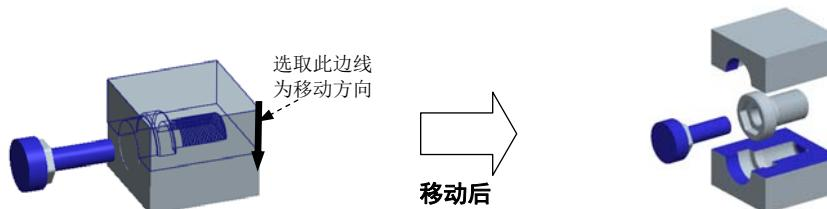

图 24.13 移动上、下模
Step3. 开模步骤 2：移动上模。参考 Step2，在模型中选取上模，选取图 24.13 所示的边
Step4. 开模步骤 3：移动下模。输入要移动的距离值 30。结果如图 24.13 所示。在“模具开模”菜单管理器中单击 **Done/Return (完成/返回)** 按钮。